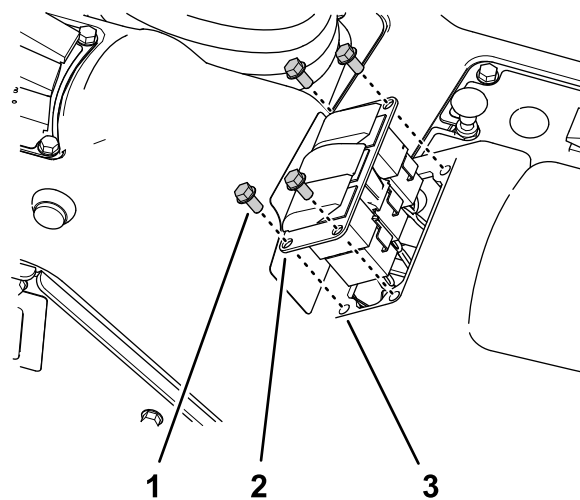

Figura 31
1. Retire os quatro parafusos de cabeça flangeada (1/4 x 1/2 pol.) que prendem o painel dos três interruptores à consola de controlo (Figura 31).
3. Desligue o conector de oito tomadas da cablagem da máquina rotulado **interruptor de aplicação** (rate switch) do conector de oito pinos do interruptor (Figura 31).
6. Alinhe o tampão do interruptor com a abertura no painel de três interruptores de onde retirou o interruptor da aplicação (Figura 31).
7. Insira o tampão do interruptor no painel de três interruptores até o tampão encaixar e ficar bem preso no painel (Figura 31).